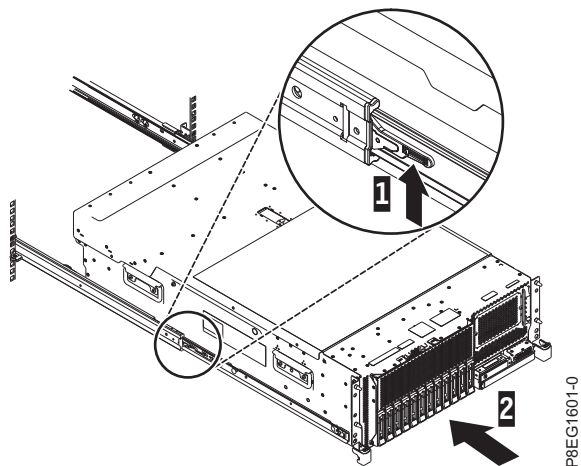

Abbildung 8. Entriegelungshebel und Server
3. Heben Sie die blauen Entriegelungshebel **(1)** an den Schienen an und schieben Sie den Server **(2)** ganz in das Rack hinein, bis er einrastet. Einzelheiten finden Sie unter Abb. 8.